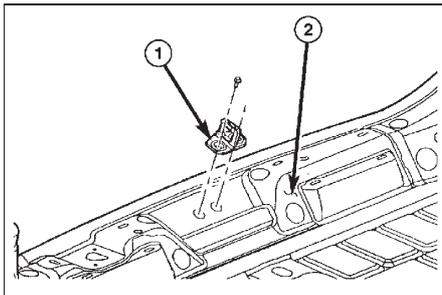

Рис. 8. Петля замка двери багажного отделения. 1 - петля, 2 - панель кузова.
(1) Откройте двери багажного отделения.
(2) Пометьте положение петли на панели кузова.
(3) Отверните болты крепления петли, снимите петлю (рис. 8).